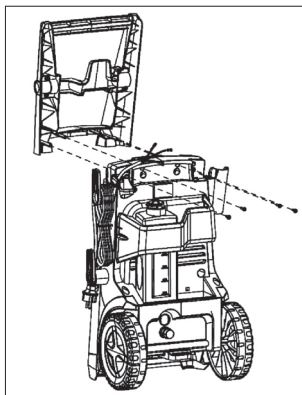

Рис. 2
- Сдвиньте раму рукоятки в нужное положение и закрепите ее на блоке, вдавив два винта, затем зафиксируйте защелку рукоятки. Рис. 2